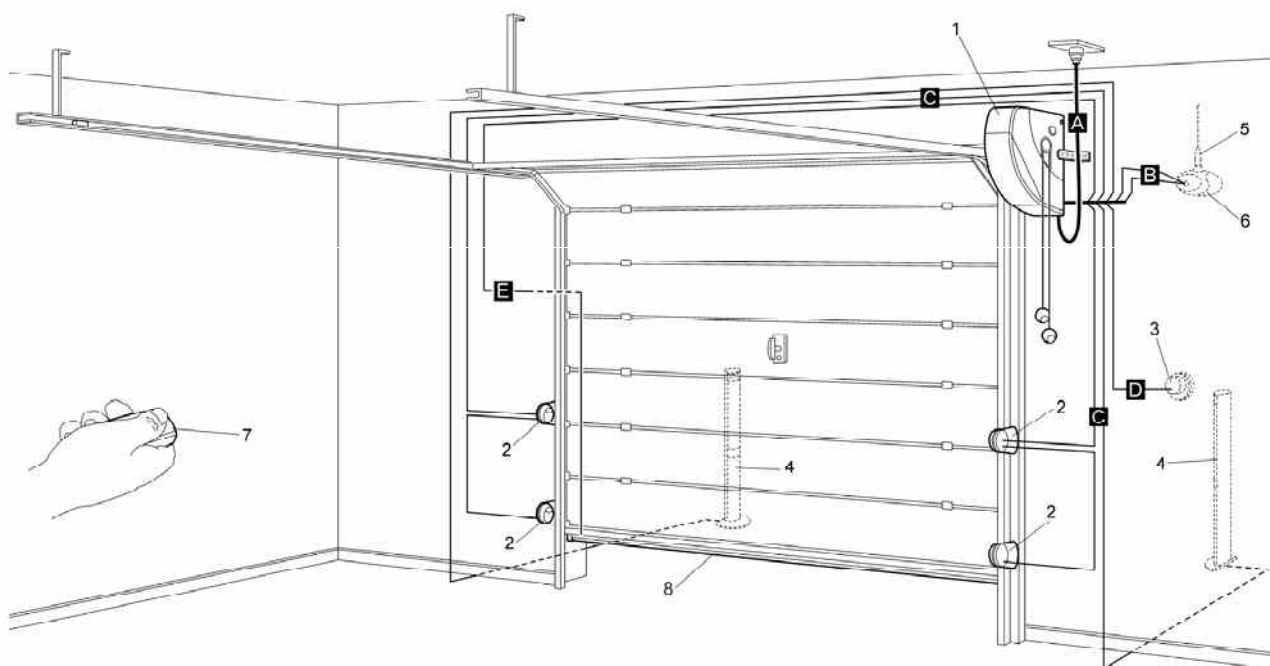

Рис. 3
4.1 СТАНДАРТНАЯ СХЕМА УСТАНОВКИ (см. Рис. 3)
Рис. 3 на рисунке изображен монтаж электродвигателя Soop. На чертеже показаны необходимые для соединения детали и кабели; они собраны по стандартной схеме.
Сборка/монтаж механических компонентов на рис.3:
Соединение электрокабелей Рис.. 3:
4.3 ПРОКЛАДКА ЭЛЕКТРОКАБЕЛЕЙ (см. Рис. 3 и Таблицу 1)
После того, как были установлены все механические компоненты, начните прокладку необходимых кабелей. Рекомендованная схема размещения компонентов и прокладка кабелей изображена на рис. 3.
ТЕХНИЧЕСКИЕ ХАРАКТЕРИСТИКИ ЭЛЕКТРОКАБЕЛЕЙ (Буквы, соответствующие кабелям, указаны также на рис. 3)